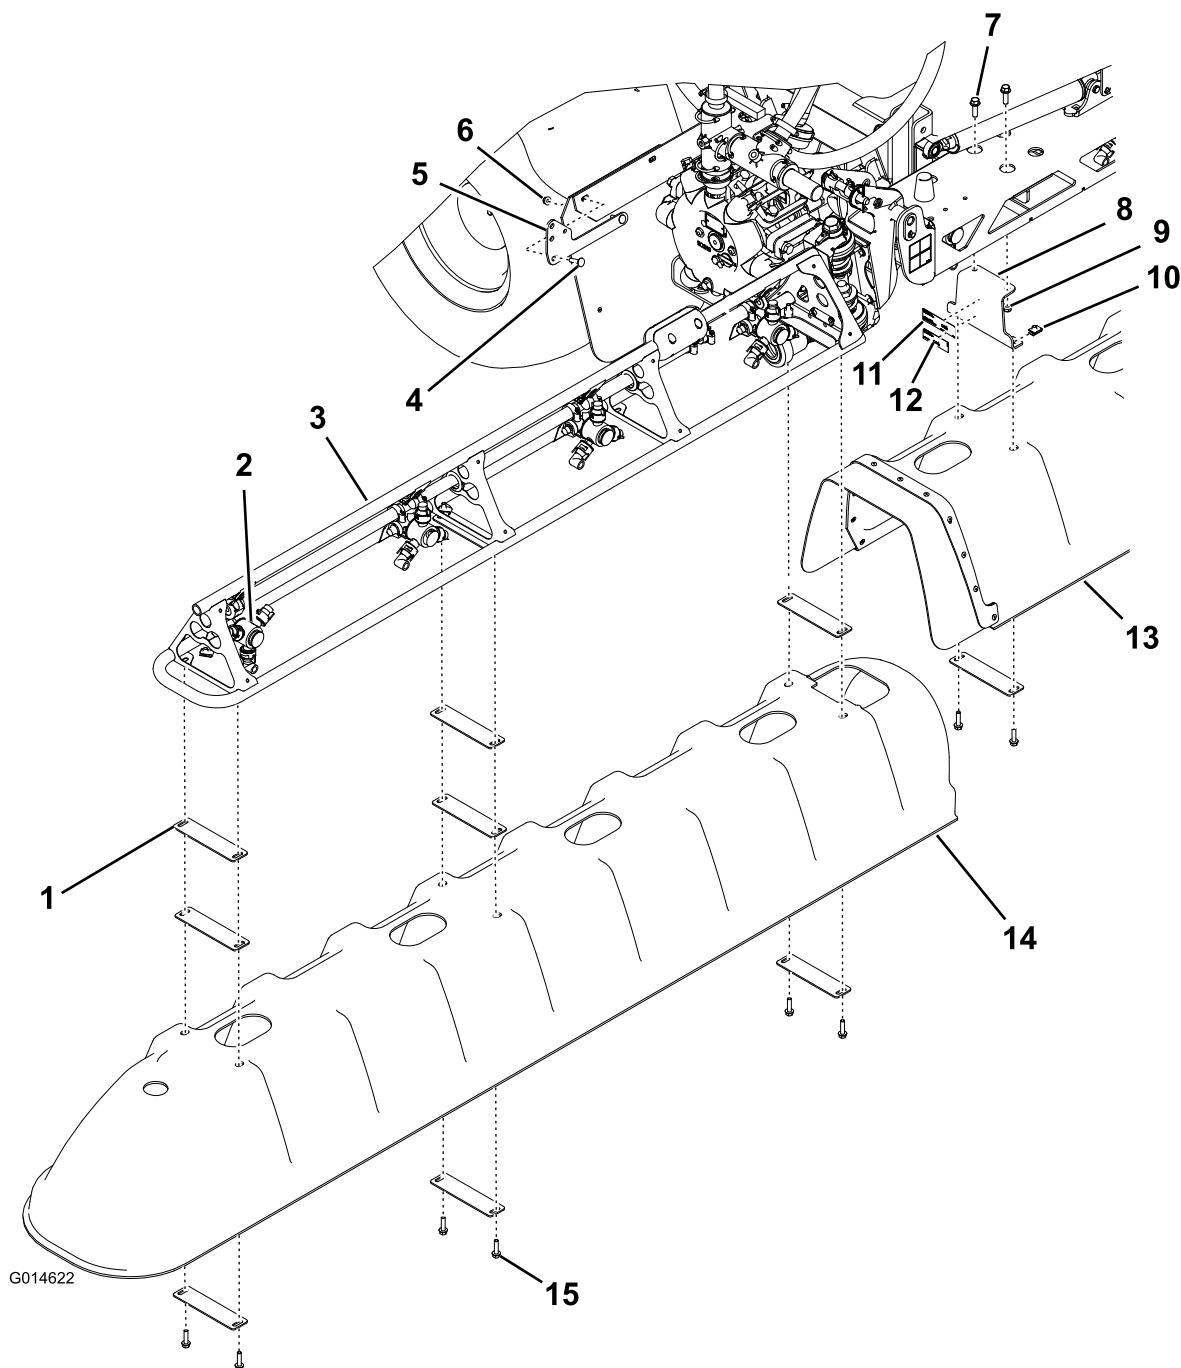

Figura 1
1. Aplique la pegatina del número de modelo/serie y la pegatina legal a uno de los soportes del brazo central, según se muestra en Figura 1.
2. Instale cada uno de los dos soportes centrales en el brazo central usando 2 tornillos de cabeza hexagonal (3/8 x 1-1/4 pulgadas) y 2 tuercas con arandela prensada (3/8 pulgada), según se muestra en Figura 1.
3. Instale el conjunto de la cubierta central en los soportes del brazo central con 4 tuercas de chapa, 2 chapas-arandela y 4 tornillos de cabeza hexagonal (5/16 x 1-1/4 pulgadas), según se muestra en Figura 1.
2. Instale una de las cubiertas en un brazo lateral (Figura 1) usando 8 chapas-arandela, 6 tornillos de cabeza hexagonal (5/16 x 1-1/4 pulgadas) y 6 tuercas de chapa.
1. Instale el soporte de montaje de la válvula de vaciado en la máquina con 2 pernos de cuello cuadrado y 2 tuercas con arandela prensada (5/16 pulgada), según se muestra en Figura 1.
2. Mueva la válvula de vaciado desde su posición actual e instálela sobre el soporte de montaje (Figura 1) usando el pasador de seguridad y el cordón existentes.